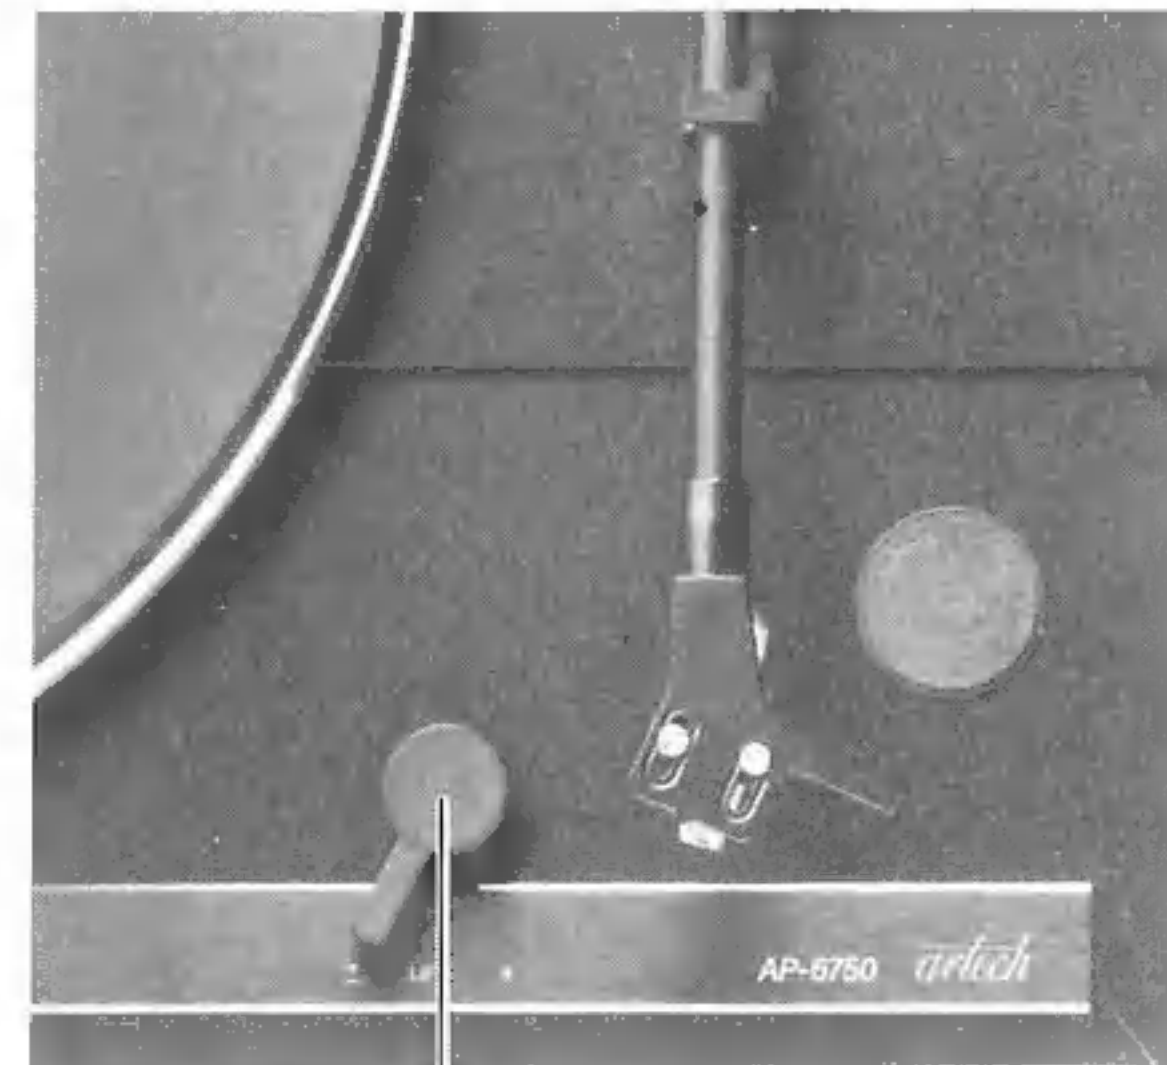

Fig. 10
Zum Absenken des Tonarms drehen Sie den Schalter LIFT ③ (Fig. 10) in die Stellung ▽.